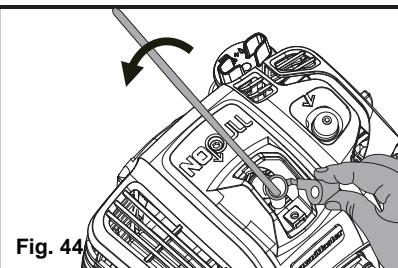

Fig. 44
- Saque la tapa de la bujía. Cubra la bujía completamente usando la llave de cubo incluida. Gire la llave de cubo hacia la izquierda para sacar la bujía (Fig. 44).